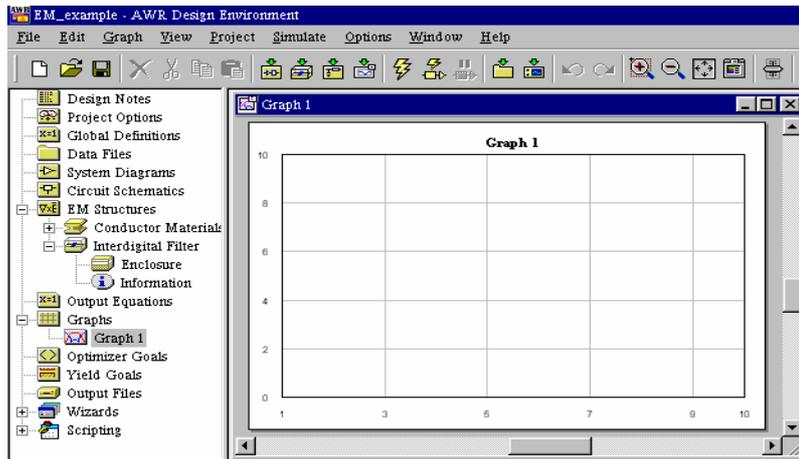

Рис. 2.13. Создания прямоугольного графика Graph 1
3. Нажмите на окно Graph 1 для активизации его (рис. 2.13).